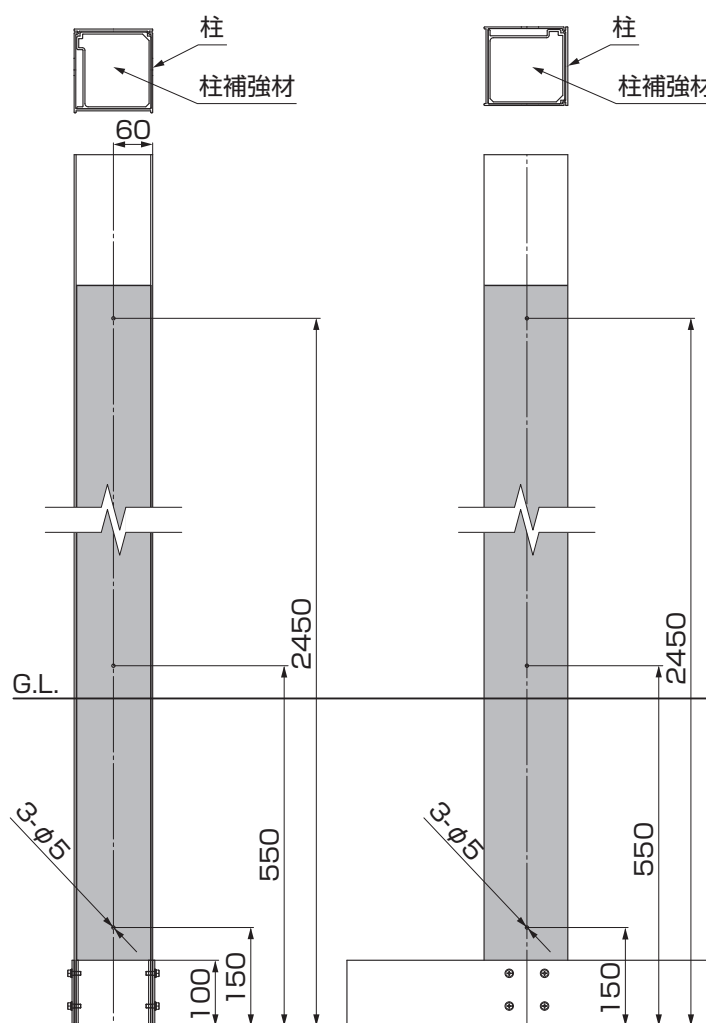

図4-1
- ①門扉を吊る柱にφ5の穴を6箇所あけてください。(図4-1、図4-2参照)
- ②門扉を吊る柱に柱補強材を入れ、穴に合わせて【11-1】で取付けてください。
- 柱補強材を引き寄せるため、必ず家側面を先に取付けてください。(図4-1参照)
- ③調整金具の取付け位置にφ4.5の下穴を8箇所あけて、M5タップ加工してください。